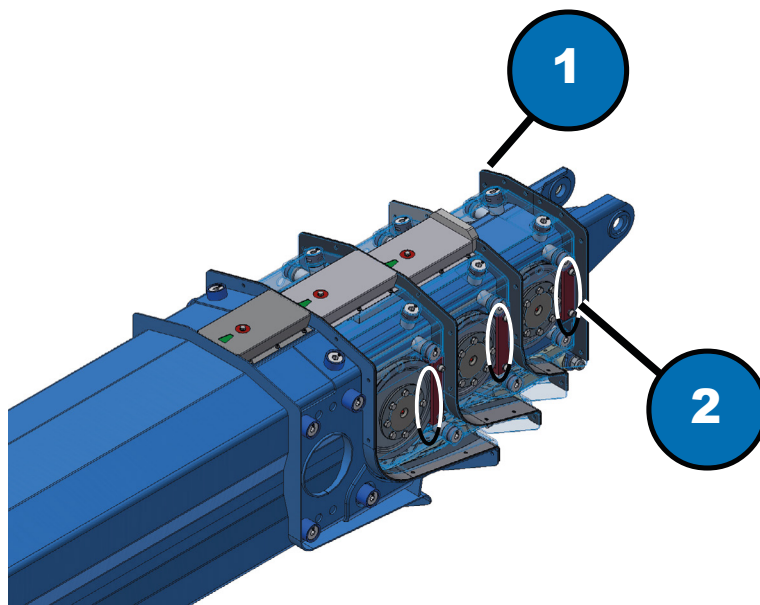

Fig. 8.10
- 1) Rimuovere le spazzole antisporco (fig.8.10,1);
- 2) Rimuovere il pattino antiscarrucolamento (fig.8.10,2);